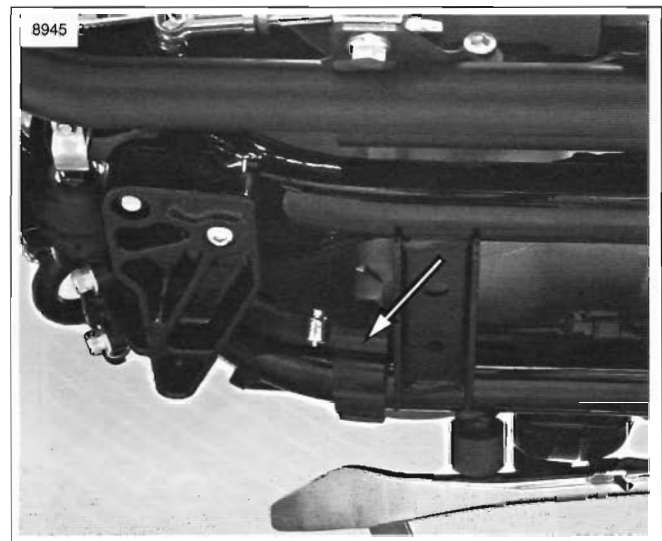

Figura 36. Manguera de drenaje del tanque de aceite y pieza de soporte
3. Vea la Figura 36. Localice la manguera de drenaje del tanque de aceite y la pieza de soporte que están aseguradas a la estructura debajo de la motocicleta.
5. Vea la Figura 36. Utilice la pieza de soporte para asegurar la manguera de drenaje del tanque de aceite a la parte de abajo de la estructura de la motocicleta.